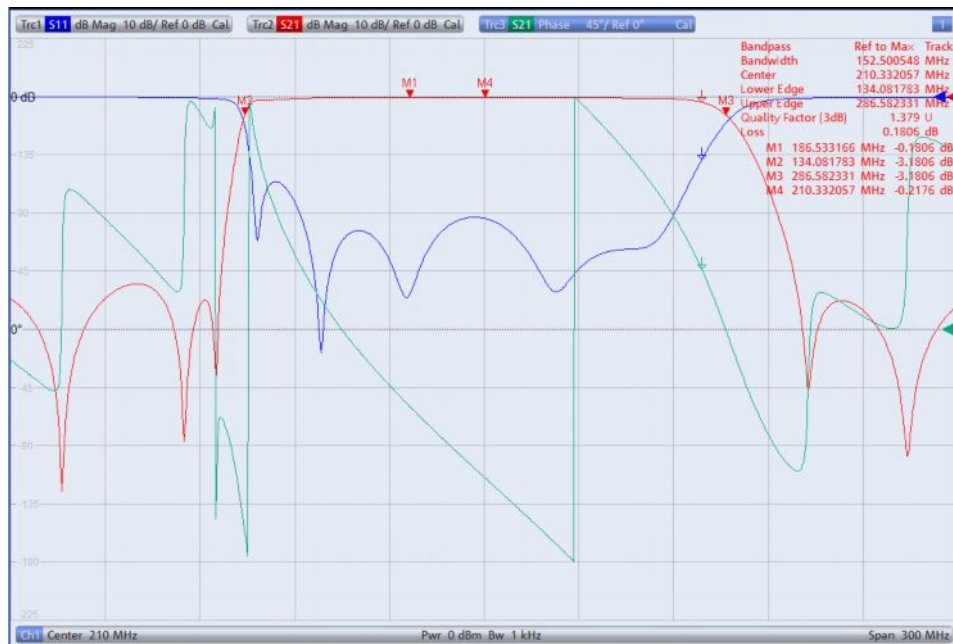

Рис. 5-11 – Дополнительное отображение ФЧХ для S_{21} (зеленая кривая)
- Помимо коэффициента передачи можно также отобразить ФЧХ (рис. 5-11). Нажмите клавишу *TRACE CONFIG* и используйте функцию *Add Trace* (Добавить кривую) для создания еще одной кривой. Нажмите клавишу *FORMAT* и выберите параметр *Phase* (Фаза).